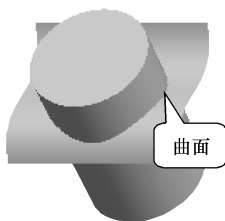
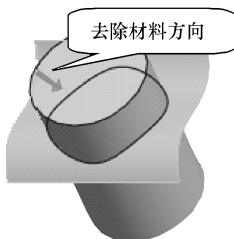
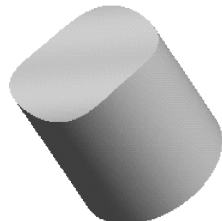

图 8-103 原模型
图 8-104 去除材料
图 8-105 完成实体化
- (1) 打开文件“liti8-14. prt”，如图8-103所示。
- (2) 在图形区选取曲面，选择菜单栏中的【编辑】|【实体化】选项。
- (3) 在对话框中按钮【去除材料】按钮，模型如图8-104所示。
- (4) 单击图形区的黄色箭头，去除材料侧变为曲面上侧。
- (5) 使用各种鼠标操作预览模型，单击【控制区】的【应用】按钮，或者在图形区单击鼠标中键，完成实体化，如图8-105所示。
- (6) 保存文件，关闭窗口，拭除不显示。